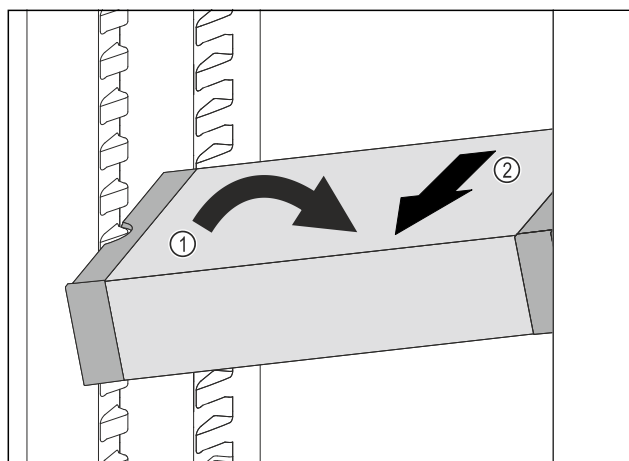

Fig. 89
- ▶ Impostare il vano frigorifero di VarioSafe ad angolo. Fig. 89 (1)
- ▶ Rimuovere VarioSafe tirando in avanti. Fig. 89 (2)